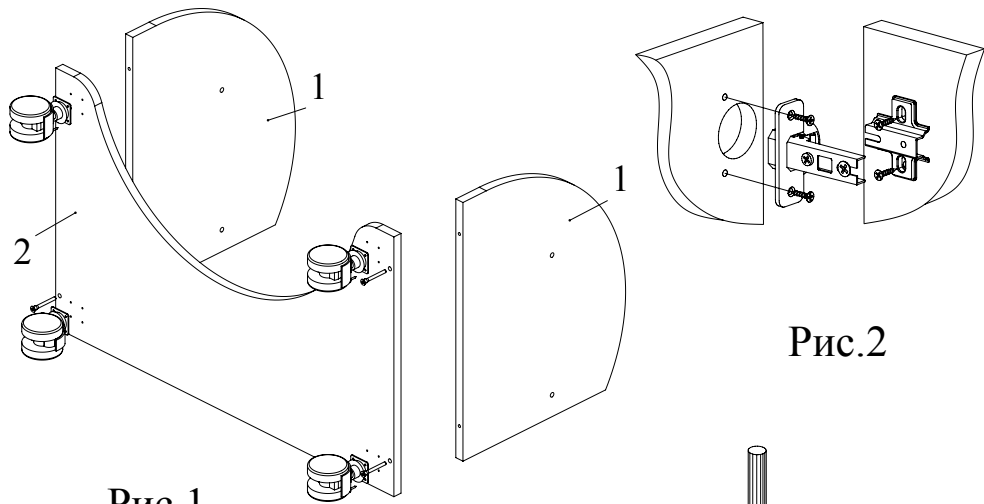

Рис.1
1. Детали 1 прикрепить конфирматами 7x50 ко дну 2. Шурупами 3,5x16 закрепить колеса на детали 2 (Рис. 1).